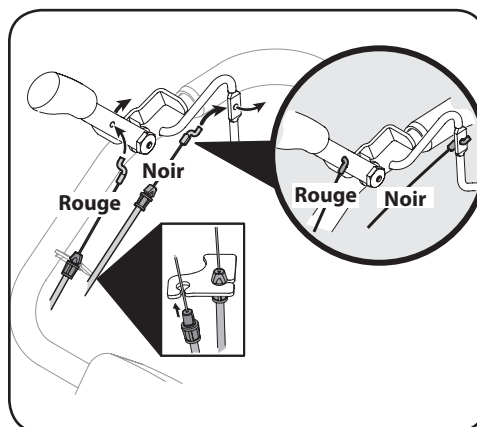

Figure 3-2
1. Installez les deux câbles au long du côté droit de la poignée. Voir Figure 3-2.
2. Faites passer le crochet de retenue du câble de marche arrière dans le trou de la commande de marche arrière pour brancher le câble de marche arrière (rouge) à la commande de marche arrière. Voir Figure 3-2.
3. Faites passer le crochet de retenue du câble de marche avant dans le trou de la commande d'embrayage des dents pour brancher le câble de marche avant (noir) à la commande d'embrayage des dents. Voir Figure 3-2.
4. Faites enclencher les attaches des câbles dans le support de câbles. Faites enclencher l'attache rouge (du câble de marche arrière) dans le trou supérieur du support de câbles, puis faites enclencher l'attache noir (du câble de marche avant) dans le trou inférieur du support de câbles. Voir Figure 3-2.